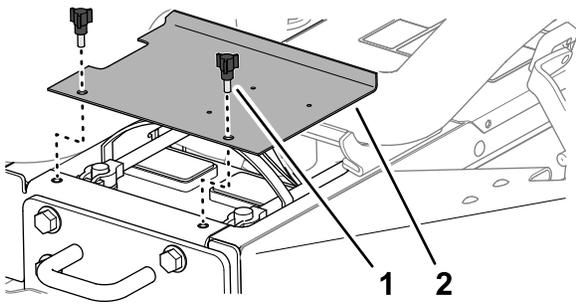

图 4
1. 拆下将电池盖固定到机器上的 2 个旋钮然后取下电池盖图 4。